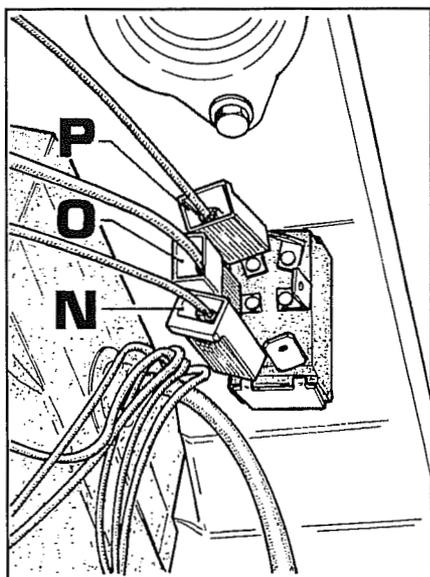

Fig. 49
6. Avant de débrancher les câbles **N-O-P** fig.49 de l'unité de commande de l'interrupteur soulevé/abaissé, vérifier leur accouplement qui doit être le suivant (cf. fig.49):